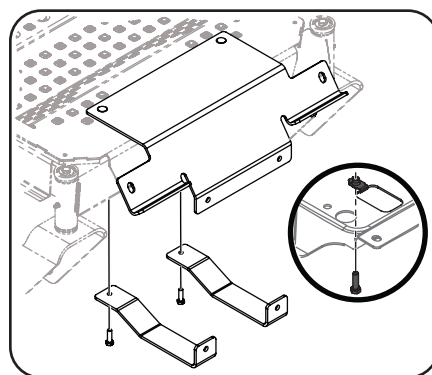

Figura 4-20
4. Abroche holgadamente la parte inferior del Conjunto de soporte al bastidor del tractor con 2 Tornillos autorroscantes (710-0643). Consulte Figura 4-20.